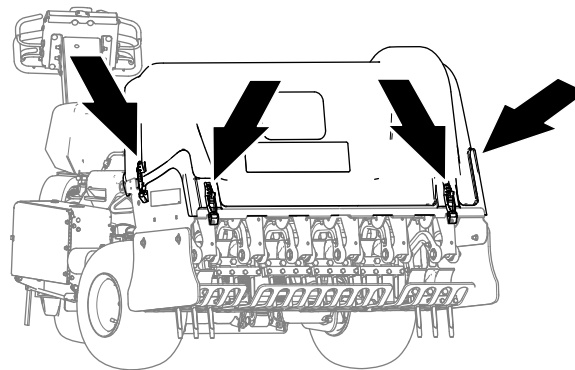
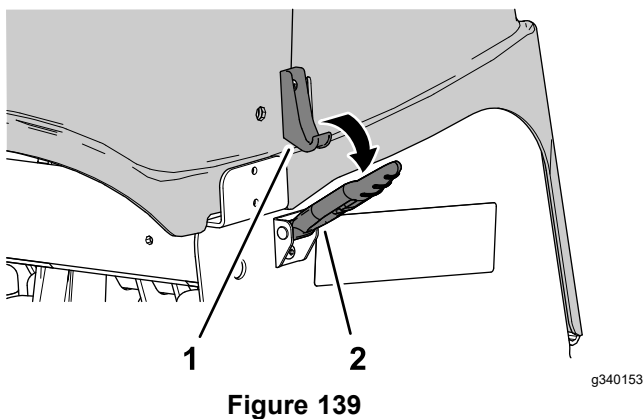

Figure 137
Figure 139
4. Déverrouillez le capot de la tête d'aération aux 4 points de verrouillage (Figure 137 et Figure 139).